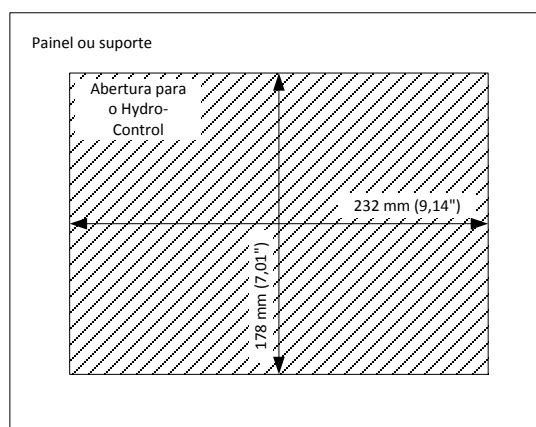

Figura 6: A abertura do painel para o Hydro-Control VI
- Recorte uma abertura no painel com o tamanho correto. Para um modelo, veja a Figura 6.